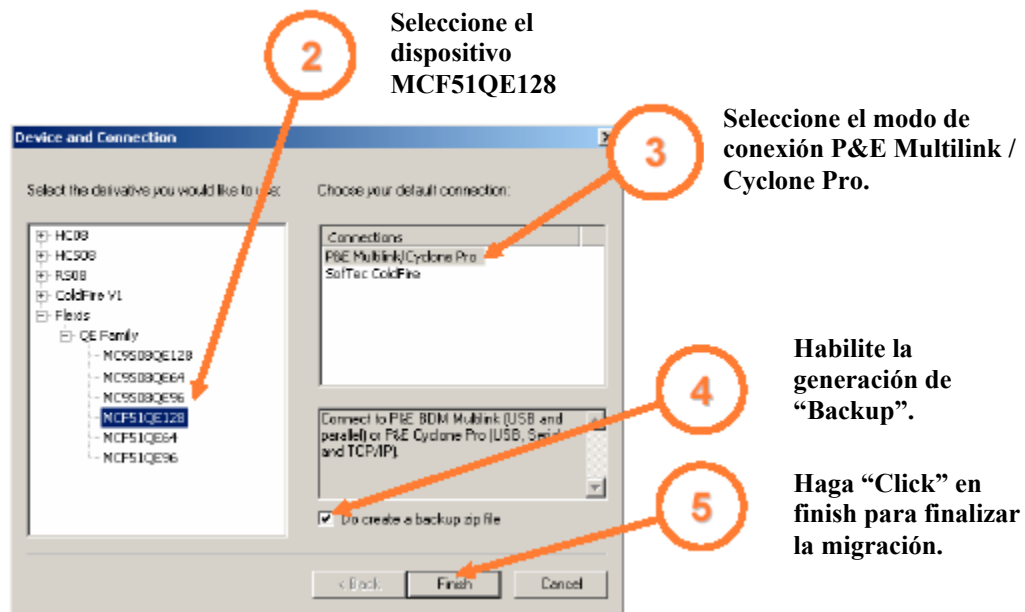

Figura 9.- Otros pasos de la migración.
5. Hacer “Click” en la opción “Finish” para finalizar la conversión. (**Figura 9.-**).